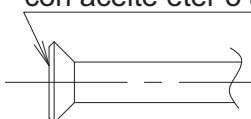

Fig. 20
- Al realizar una conexión abocardada, recubra la superficie interior sólo con aceite de éter o éster de aceite. **(Consulte la Fig. 20)**